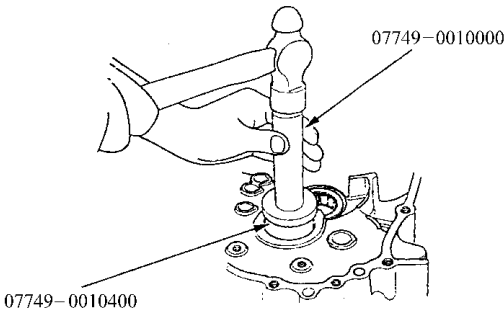

图 4-102 安装球轴承
- 5) 借助专用工具，如图 4-102 所示，将新的球轴承从变速器侧打入。